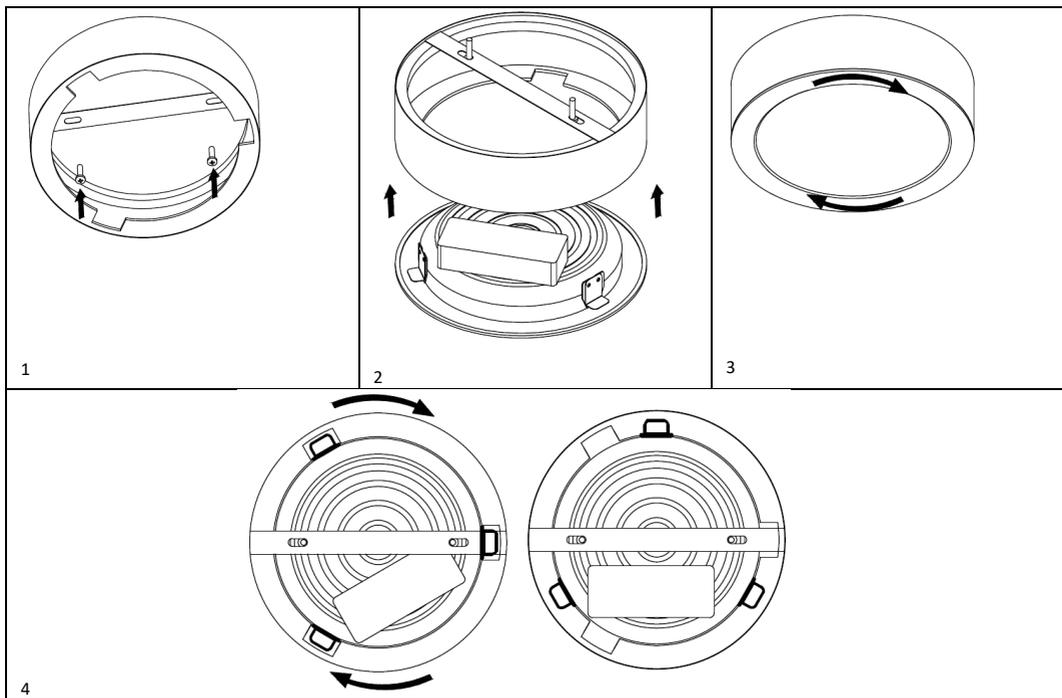

Рисунок 3. Установка светильника. Кабель на рисунке не показан.
- 5.6. Закрепите светильник по месту установки (рисунок 3). Следите за тем, чтобы кабель не оказался зажат между элементами конструкции светильника и монтажной поверхностью.